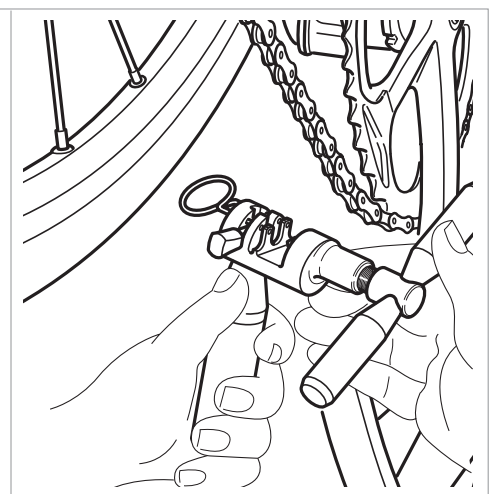

Abb.16
- Setzen Sie das Werkzeug UT-CN400 wie in Abb. 16 angegeben an (von der Außenseite der Kette her nach Innen).